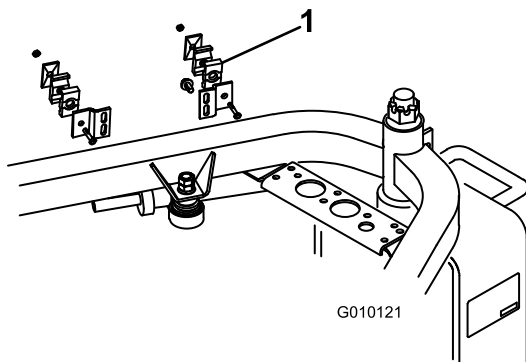

Рисунок 5
4. Прикрепите сборные узлы кронштейна хомута шланга (зажимы для шлангов, крышки, кронштейны хомутов, винты с шестигранной головкой и контргайки) к раме четырьмя самонарезающими винтами (Рисунок 5).